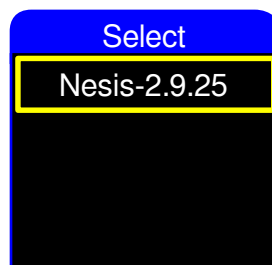

Figura 31: Ejemplo de selección de archivos de actualización.
- Una ventana similar a la Figura 31 se abre con archivos kus enumerados. Normalmente usted debe ver sólo una opción. Seleccione la actualización de archivos (archivos kus) y pulse el botón. El proceso de actualización se inicia ahora.